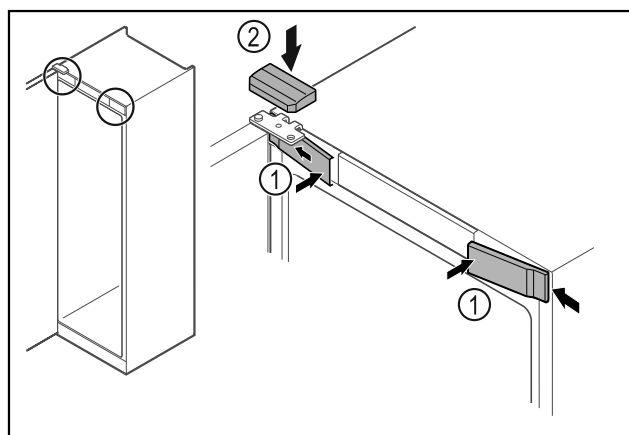

Fig. 49 *
- Přední kryty Fig. 49 (1) bočně zahákněte a zaklapněte.*
- Horní kryt Fig. 49 (2) shora zaklapněte.*